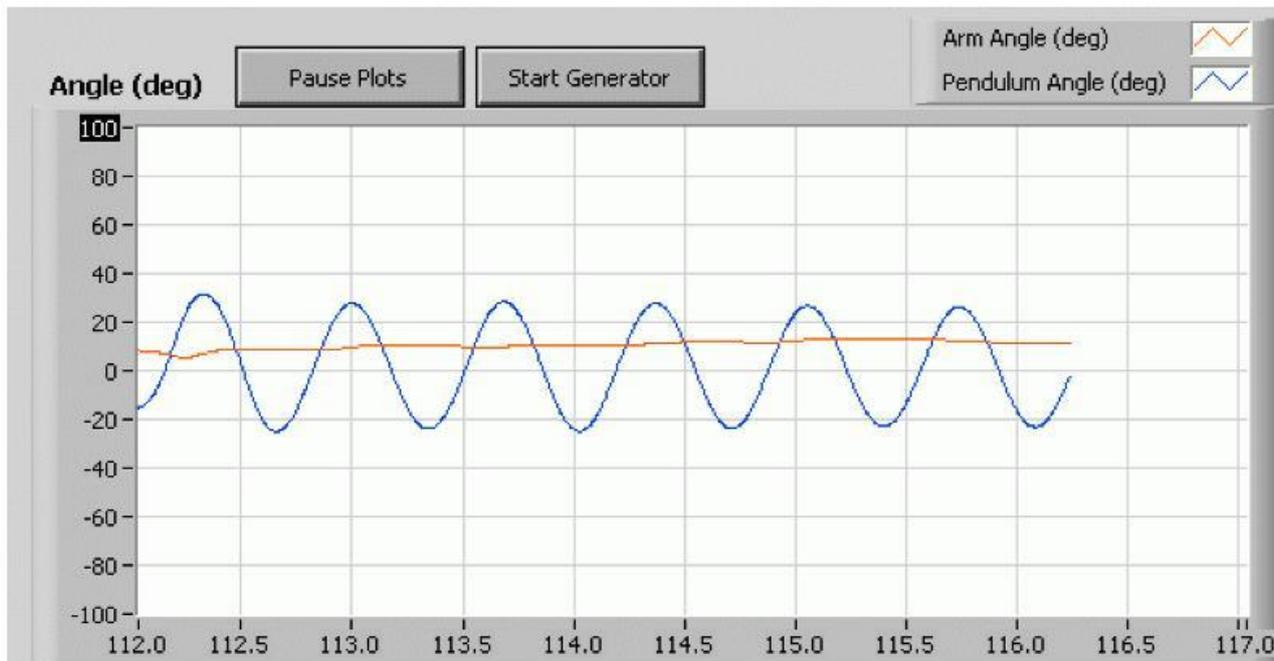

Рис. 44. Изменение масштаба графического индикатора в LabVIEW
1. Чтобы уменьшить диапазон положительных значений до 40 (рисунок 44), щелкните дважды мышью по числовой отметке '100' на оси y, введите в нее значение '40' и нажмите на клавишу ENTER.